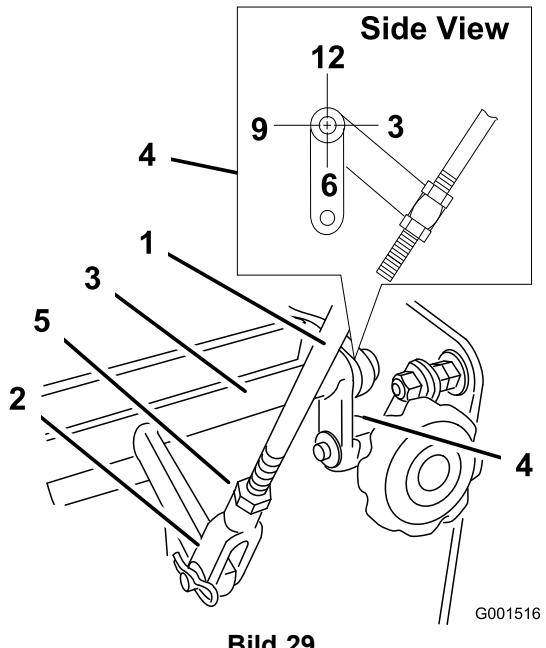

Bild 29
4. Prüfen Sie die Ausrichtung der Laschen an den Enden des Fahrgeschwindigkeitskippschalters. Diese Laschen sollten direkt nach unten (ungefähr auf die 6-Uhr-Stellung) zeigen (Bild 29).
5. Stellen Sie den Gewindebügel unten am Geschwindigkeitssteuergestänge so bis, bis die Laschen in der 6-Uhr-Stellung sind (Bild 29).